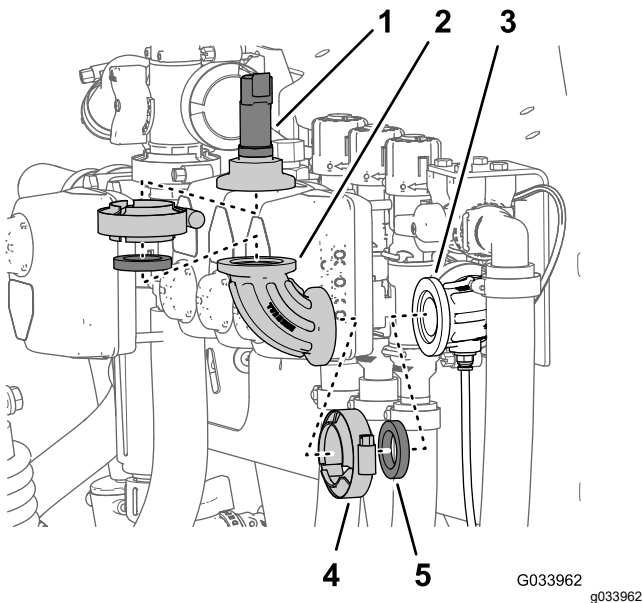

図 38
2. 水圧トランスデューサを90° フィッティングに固定しているフランジクランプを外して、トランスデューサ、ガスケット、フランジクランプを外す 図 38。
4. 90° フィッティングをセンスチューブ用コネクタ付き90°に固定しているフランジクランプを外して、90° フィッティング、ガスケット、フランジクランプを外す 図 38。